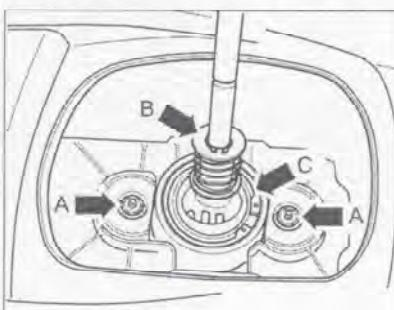

Рис. 7.334. Отверните гайки (стрелки А) резинового кожуха рычага переключения передач.
2. Отверните гайки (стрелки А) резинового кожуха рычага переключения передач (рис. 7.334). Момент затяжки: 10 Нм.
2. Отверните гайки (стрелки) резинового кожуха рычага переключения передач (рис. 7.334).